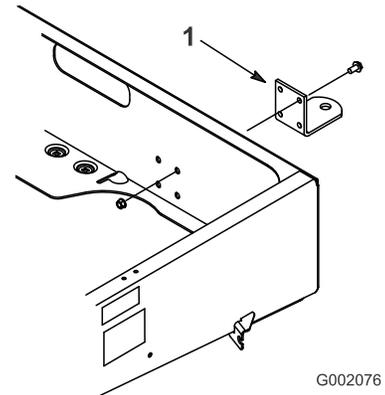

Figura 7
2. Alinee el enganche con los taladros de montaje del bastidor. Fije el enganche con los tornillos y las tuercas (Figura 7).